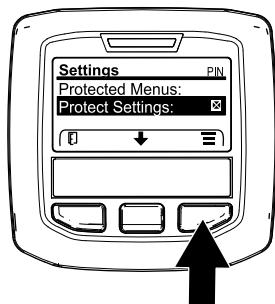

Figura 14
Nota: Si no hay una "X" en la casilla a la derecha de la opción Protect Settings (Proteger configuración), los submenús L Boom (brazo izquierdo), C Boom (brazo central), R Boom (brazo derecho) y Reset Defaults (Restablecer ajustes predeterminados) no están bloqueados con el PIN (Figura 14).
Nota: Aparece una X en la casilla situada a la derecha de la opción Protect settings (Proteger configuración) (Figura 14).
- Pulse el botón de selección derecho para desactivar el sistema GeoLink (Figura 14).